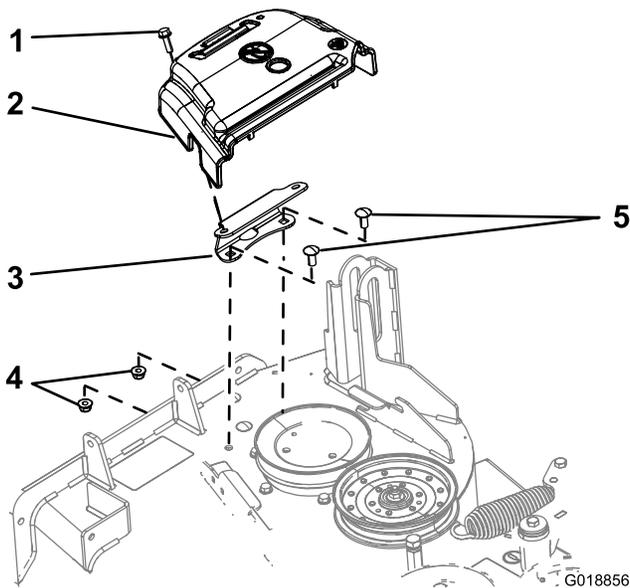

Bild 2
1. Drehen Sie die Schraube, die die Riemenabdeckung festhält gegen den Uhrzeigersinn, um sie zu lösen (Bild 2).
- Entfernen Sie die OEM-Riemenabdeckung von der Befestigungshalterung (Bild 2).
- Entfernen Sie die 2 Schrauben und 2 Flanschmutter, die die Abdeckungsbefestigungshalterung am Deck festhalten (Bild 2).
Riemenabdeckungshalterung am vorderen Flansch des Mähwerkdecks festhalten (Bild 2).
2. Entfernen Sie die Riemenabdeckungshalterung vom Mähwerk (Bild 2).